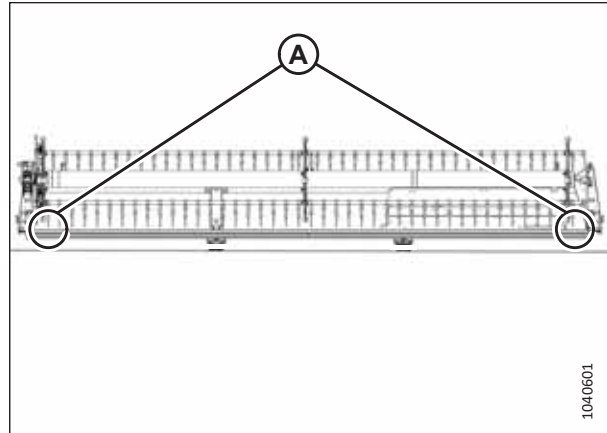

Figure 4.276: Emplacements de mesure du rabatteur simple
- Figure 4.276, page 412 – Rabatteur simple